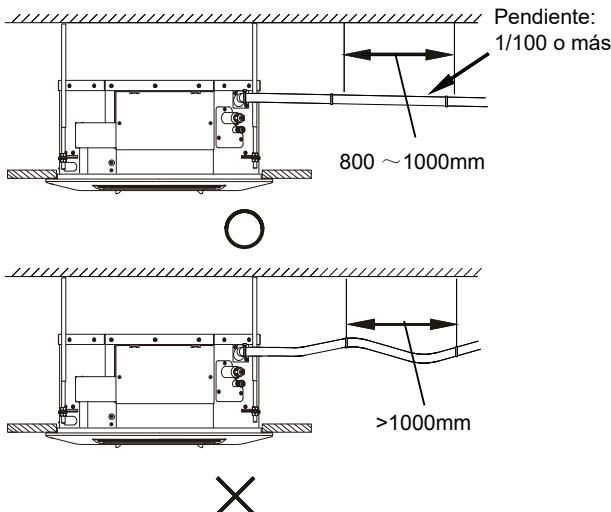

Imagen 5.1
- Con el fin de evitar el reflujo de agua en el interior del equipo de aire acondicionado cuando se para el equipo, la tubería de descarga de agua debe tener pendiente inclinarse hacia abajo y hacia el exterior (lado de drenaje) en una pendiente de más de 1/100. Asegúrese de que la tubería de descarga de agua no se hinche ni almacene agua; de lo contrario, causará ruidos extraños. Consulte la Imagen 5.1.
- Al conectar la tubería de descarga de agua, no aplique fuerza para tirar de las tuberías, de esta forma evitará que las conexiones de la tubería de succión de agua se suelten. Al mismo tiempo, establezca un punto de apoyo a cada 0,8 ~ 1 m para evitar que las tuberías de descarga de agua se doblen. Consulte la Imagen 5.1.